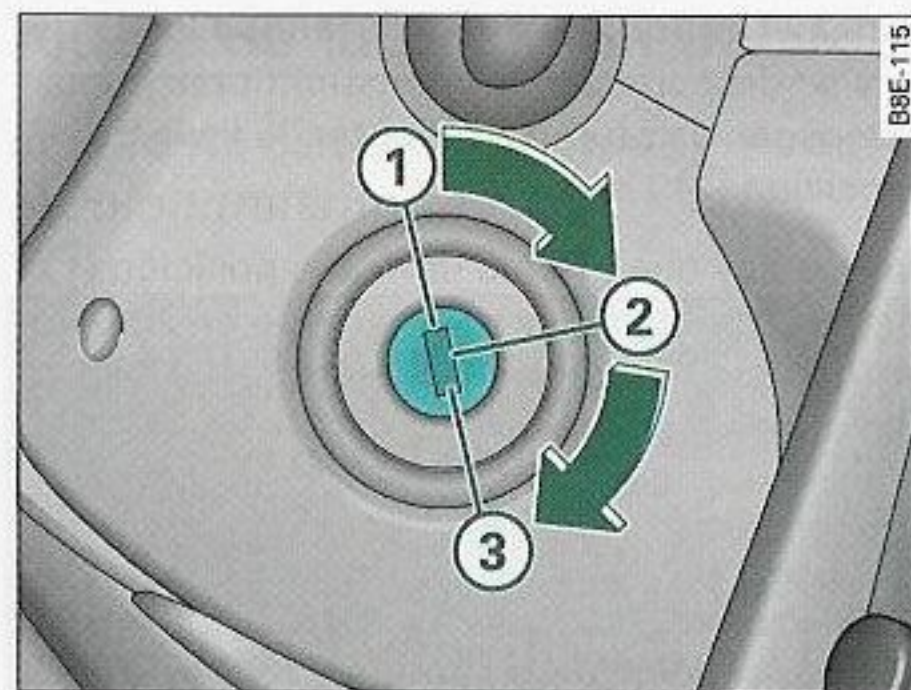

Fig. 144 Posiciones de la cerradura de encendido
En la posición ⇒ fig. 144 ①, la alimentación de combustible está interrumpida y el motor parado, y puede bloquearse la dirección.
- Gire la llave de encendido a la posición ② ⇒ *página 162*, fig. 144. El testigo de precalentamiento  se encenderá si el motor se precalienta.
- Gire la llave de encendido a la posición ③ para arrancar en cuanto se apague el testigo. No pise el acelerador.